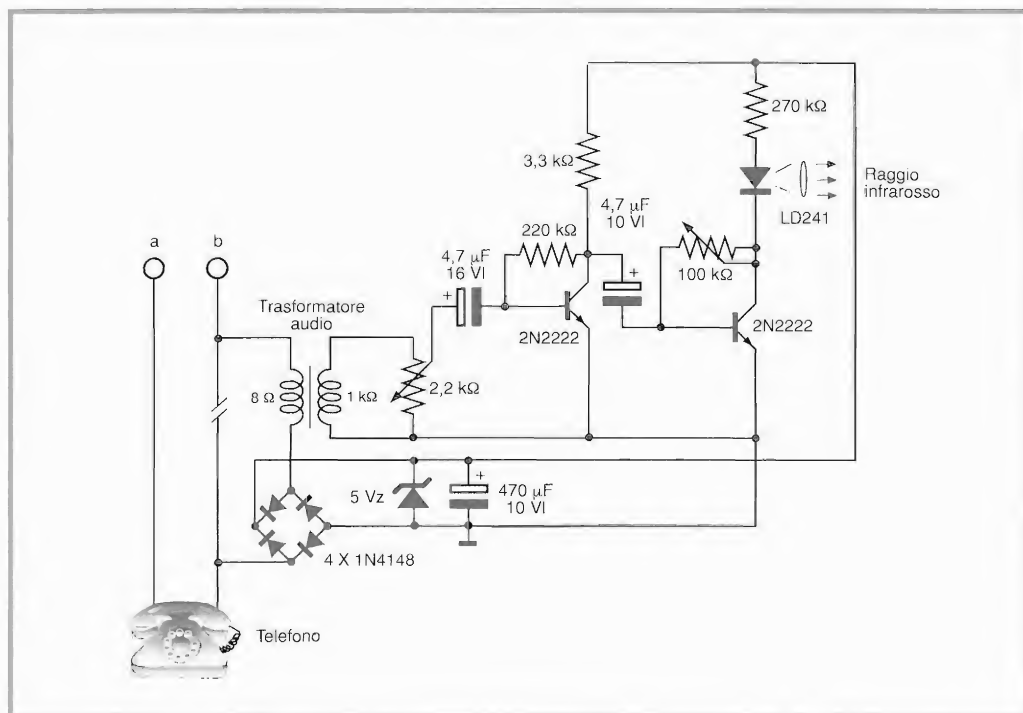

Figura 3.19. Schema elettrico della microspia a raggi infrarossi.
**L**a microspia mostrata in Figura 3.19 non viene usata come mezzo di trasmissione ad alta frequenza ma a raggi infrarossi e non si può rintracciare con gli strumenti convenzionali per la misurazione dell'intensità di campo. Questo circuito riceve la sua corrente di trazione dalla linea telefonica; la telefonata con il proprio partner viene trasmessa a una distanza di circa 10 m senza prefisso a lente. Con la cornetta abbassata, il circuito non consuma corrente ma alzandola questa corre attraverso il ponte di Graetz così che, al condensatore da 470 nF si ha una tensione di esercizio di circa 5 V. La tensione alternata sovrapposta alla tensione continua viene condotta, per mezzo di un piccolo trasformatore di uscita audio, all'entrata dell'amplificatore BF. Nel connettore del secondo stadio del transistor si trova un diodo trasmettitore a infrarossi. Nell'applicazione non ne viene indicato un tipo preciso ma si nota che con il diodo LD241 della Siemens si sono ottenuti dei buoni risultati. Il trimmer da 25 k $\Omega$ , serve come regolatore di sensibilità, mentre, quello da 100 k $\Omega$  per la sospensione del punto di lavoro del diodo trasmettente.